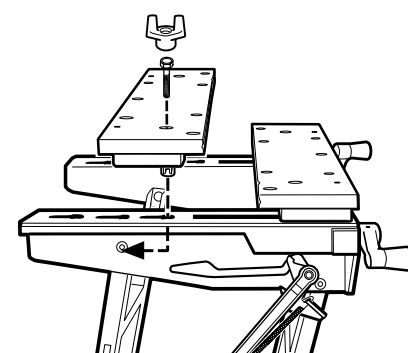
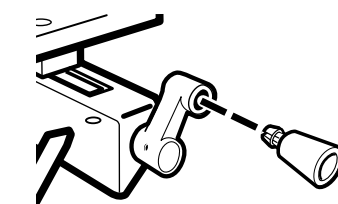

FIG. 7
FIG. 8
- Select the rear vise jaw, (C) and the two rear top blocks, (L). Position the rear top blocks on the frame rails so that the tab ears in the bottom of the blocks fit into the key holes of the frame rail. Position the top blocks so their raised posts are toward the rear of the frame, as shown in Figure 7. Now install the rear vise jaw so that the small holes in the ends of the jaw fit over the raised posts on the top blocks you just installed.
- Insert the remaining two bolts, (M) into the holes in the jaw and through the top blocks into the raised posts of the vise guides. The holes in the rear blocks are not threaded so you will feel resistance as you cut threads into them.
- Snap-in crank handle as shown in Figure 8.
- Install the rear jaw in 1 of 3 possible indexed "keyhole" positions by indexing the rear vise jaw into a keyhole in the vise jaw bracket. Secure the rear jaw by sliding it to the back of the keyhole. As shown in Figure 7.
6. Prendre ensuite la mâchoire arrière (C) et les deux cales supérieures arrière (L). Placer les cales arrière sur les rails du cadre de sorte que les oreilles des protubérances du dessous des cales se posent dans les trous en forme de serrure du rail. Placer les cales de sorte que leurs goujons se trouvent vers l'arrière du cadre (fig. 7). On peut alors installer la mâchoire arrière de sorte que les petits trous à chaque extrémité de la mâchoire se trouvent au-dessus des goujons des cales installées.
7. Insérer les deux derniers boulons (M) dans les trous de la mâchoire, les cales et les goujons des guides de l'étau. Les trous des cales arrière ne sont pas filetés; ils offrent donc une résistance lorsqu'on y visse les boulons.
8. Enclencher les poignées des manivelles de la façon illustrée à la figure 8.
1. Installer la mâchoire arrière dans l'une des trois positions en forme de trou de serrure du support de la mâchoire. Fixer la mâchoire arrière en la faisant glisser vers l'arrière du trou. Comme illustré à la figure 7.